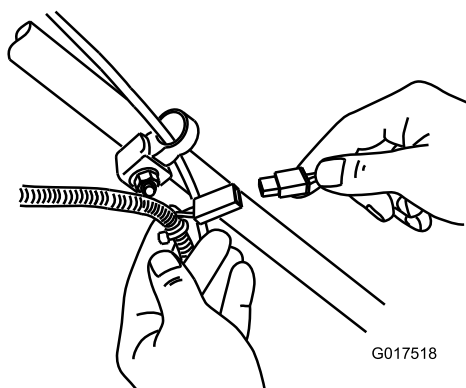

Figure 34
1. Branchez le chargeur sur le faisceau de câblage situé sous la clé de contact (Figure 34).